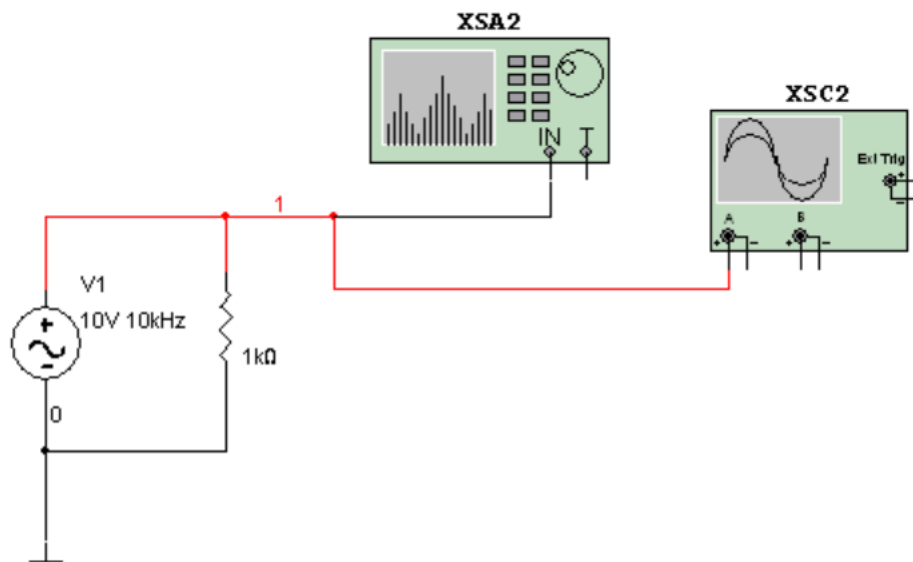

Рис. 1-2
1. Соберите схему, изображенную на рис. 1-2.